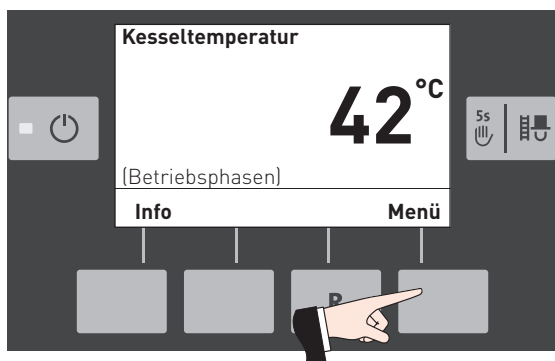

Fig. 15
- ▶ Menü-Taste drücken – Fig. 15.